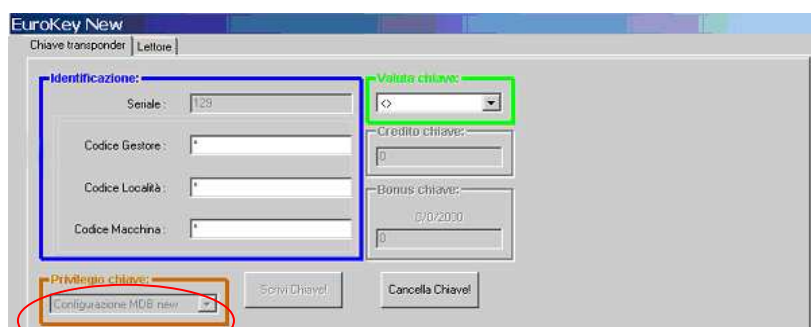

Fig.41
3. Inserire la chiave di configurazione ; nella zona "Privilegio" compare la dicitura "Configurazione MDB new" (fig. 41)